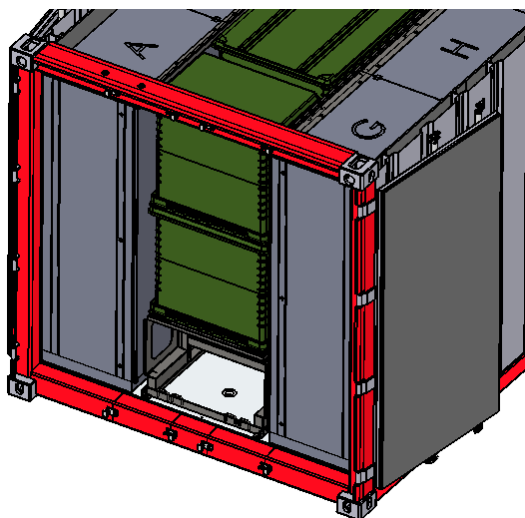

Abb. 1: Palettengestell mit Umlaufkühlern - nach Entnahme der Fundamentstützen
- ◆ Lösen Sie die Spanngurte des Kistenstapels (Abb. 1:)